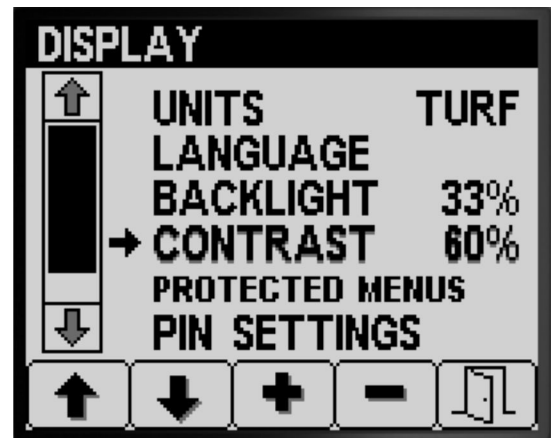

Figura 20
1. Premete il pulsante 1 o 2 per navigare fino alle opzioni RETROILLUMINAZIONE o CONTRASTO (Figura 20).
2. Premete il pulsante 4 per selezionare la voce RETROILLUMINAZIONE o CONTRASTO (Figura 20).
3. Premete i pulsanti 3 o 4 per impostare il valore di retroilluminazione o contrasto del display (Figura 20).
4. Premete il pulsante 5 per salvare l'impostazione, uscire dalla schermata RETROILLUMINAZIONE o CONTRASTO e tornare alla schermata IMPOSTAZIONI (Figura 20).